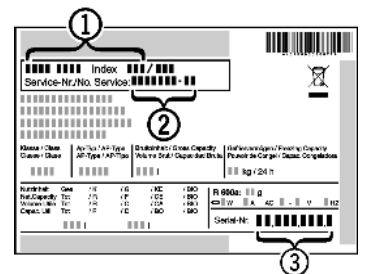

Fig. 16
- ▶ Označení přístroje *Fig. 16 (1)*, servisní číslo *Fig. 16 (2)* a sériové číslo *Fig. 16 (3)* naleznete na typovém štítku. Identifikační typový štítek je umístěn na levé vnitřní stěně přístroje.
- ▶ Informujte zákaznický servis a sdělte poruchu, označení přístroje *Fig. 16 (1)*, servisní číslo *Fig. 16 (2)* a sériové číslo *Fig. 16 (3)*.